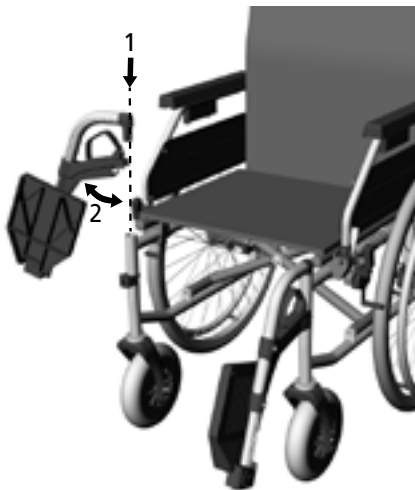

fig.4
1. Agganciare il sostegno per la gamba partendo dall'alto, infilandolo nell'apposita guida (1, fig. 4). Il sostegno per la gamba deve essere orientato lateralmente. Il poggiatesta deve essere rivolto verso l'alto.
2. Ruotare ora il sostegno per la gamba in avanti (2, fig. 4). Il sostegno per la gamba è posizionato correttamente se si avverte nettamente lo scatto.